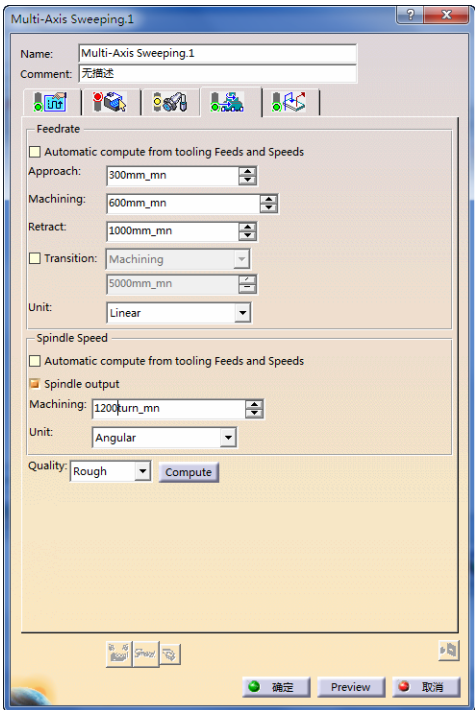

图 4-22 进给率参数选项卡（1）
4) 定义进给率。单击“Multi-Axis Sweeping.1”对话框中的，切换到进给率参数选项卡（1），如图 4-22 所示。